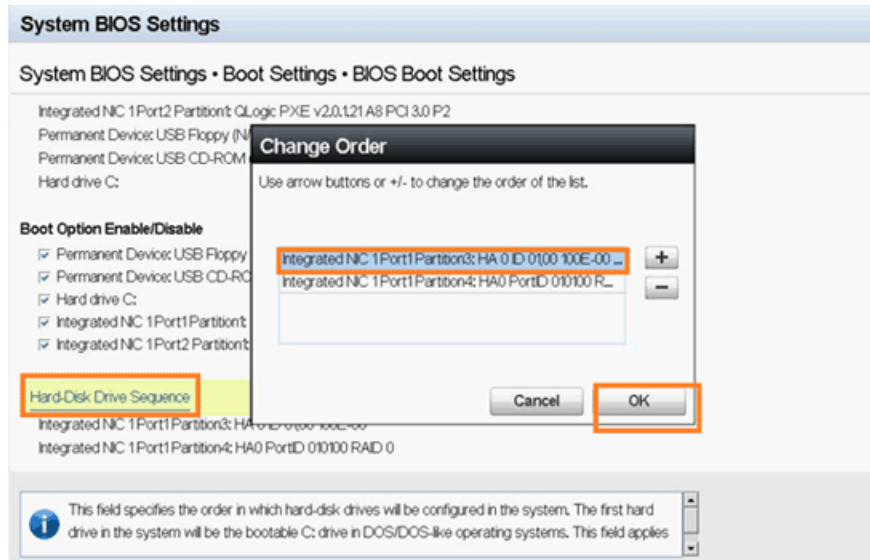

Abbildung 5-35. Einstellen der iSCSI-Startfolge
3. Verwenden Sie im Popup-Fenster die Pfeiltasten NACH OBEN und NACH UNTEN oder die + und – Schaltflächen, um das iSCSI-Ziel an den Anfang der Liste zu verschieben, wie in Abbildung 5-35 dargestellt (wobei das iSCSI-Ziel auf Port 1, Partition 3 konfiguriert ist). Klicken Sie anschließend auf **OK**.